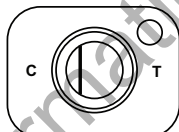

Fig. 1b. Negativo
4. **Resultado negativo:** Un test no puede interpretarse como negativo o inválido hasta 10 minutos después de la adición del *Sustrato*. Se observa una sola línea azul en el lado de control ("C") de la *Ventana de reacción* y no se observa una línea de test en el lado "T" de la *Ventana de reacción* (Fig. 1b). Un resultado negativo indica que la toxina de *C. difficile* está ausente en la muestra o por debajo del límite de detección del test.